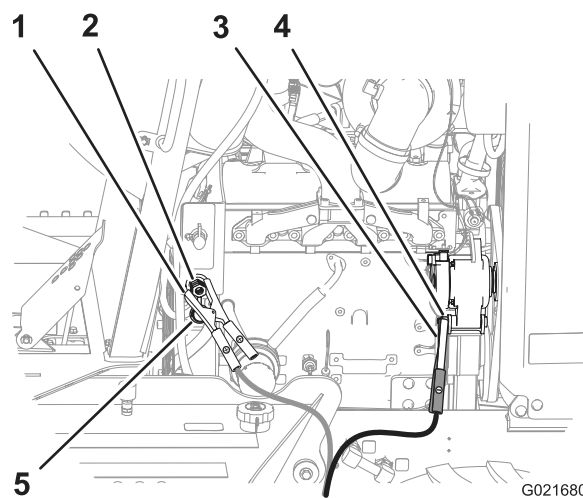

Figure 59
4. Retirez le capuchon de la borne de la batterie déchargée (Figure 59).
5. Branchez le câble de démarrage positif (+) à la borne de démarrage de secours (Figure 59).
6. Branchez le câble de démarrage négatif (-) à un point de masse, tel l'écrou au point de pivotement de l'alternateur (Figure 59).